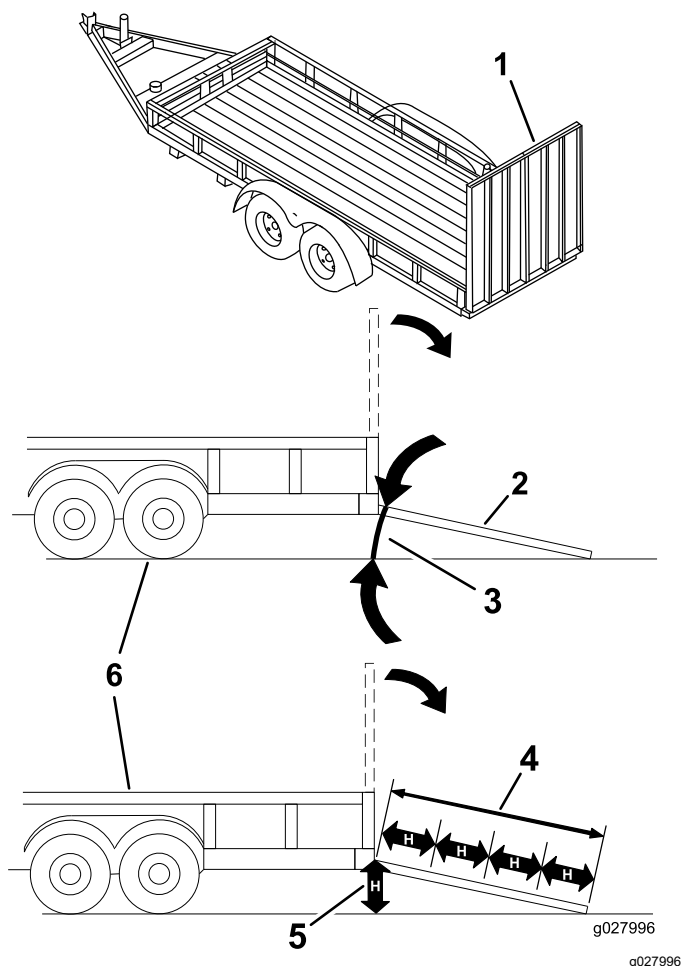

Figura 33
Colocar uma máquina num reboque ou camião aumenta a possibilidade de capotamento e pode provocar graves ferimentos ou morte (Figura 33).
1. Baixe a rampa, certificando-se de que o ângulo entre a rampa e o solo não é superior a 15 graus (Figura 33).